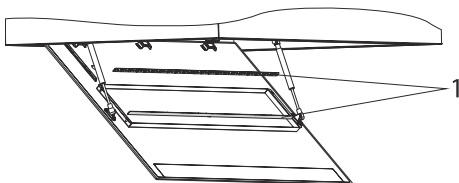

Abb. 33
5. Nehmen Sie den Stecker der LED Lampe ab und ersetzen Sie die fehlerhafte Lampe (Abb. 33/1) mit einer neuen Lampe aus (Abb. 33).